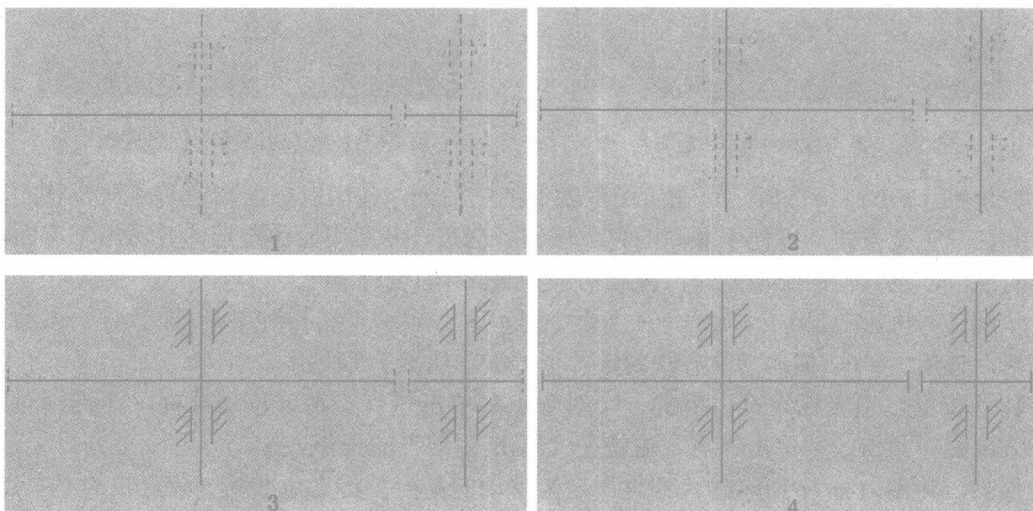

图 1-1 按顺序绘制图形
- 绘制教程中图 1-1 所示的机械传动简图。
先参阅本章的内容，绘制好教程中图 1-58 所示的结果，然后按下述步骤继续操作，其所绘图形顺序如图 1-1 所示。
此后，用户可参照上面的操作，绘制出教程中图 1-1 中所示的其他图形对象。而且用户可采用的操作步骤是多种多样的，只要掌握了 **MOVE** 与 **COPY** 命令的使用方法，就能找到自己喜欢的步骤。最后，从“文件”下拉菜单中选择“保存”命令，将上述操作结果命名保存在用户指定的 AutoCAD 图形文件中，本章的练习操作就可以结束了。